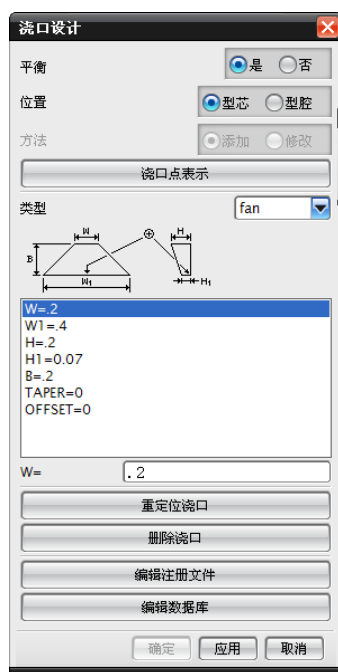
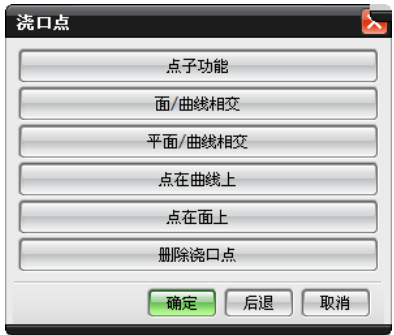

图 9-76 【浇口设计】对话框
图 9-77 【浇口点】对话框
(1) 单击 MoldWizard 工具栏中【浇口库】按钮，弹出如图 9-76 所示【浇口设计】对话框。
(2) 在如图 9-76 所示【浇口设计】对话框中, 在【平衡】栏选择【是】选项, 在【位置】栏选择【型芯】选项, 在【类型】下拉列表框中选择 fan (扇形浇口), 单击该对话框中的【浇口点表示】按钮, 弹出如图 9-77 所示【浇口点】对话框。
(3) 在如图 9-77 所示【浇口点】对话框中, 选择【点子功能】, 弹出如图 9-78 所示的【点构造器】对话框, 在俯视图上选择如图 9-79 所示的浇口点, 单击【确定】按钮, 系统返回到图 9-77 所示, 【浇口点】对话框。
(4) 在如图 9-77 所示【浇口点】对话框中, 单击【点子功能】按钮, 再次打开如图 9-78 所示的【点构造器】对话框, 发现该对话框中已有 YC 方向坐标值, 可以对坐标值进行修改, 单击【确定】按钮, 创建如图 9-79 所示的浇口点, 系统返回到图 9-77 所示【浇口点】对话框。
(5) 在如图 9-77 所示【浇口点】对话框中, 单击【确定】按钮, 系统返回到图 9-76 所示【浇口设计】对话框。
(6) 在如图 9-76 所示【浇口设计】对话框中, 进行适当的参数设置, 然后单击该对话
(7) 在如图 9-80 所示【矢量】对话框中，选择-YC 方向，在该对话框中单击【确定】按钮，创建浇口如图 9-81 所示。同时系统返回到图 9-76 所示的【浇口设计】对话框，可以继续修改浇口的尺寸，或者退出该对话框。